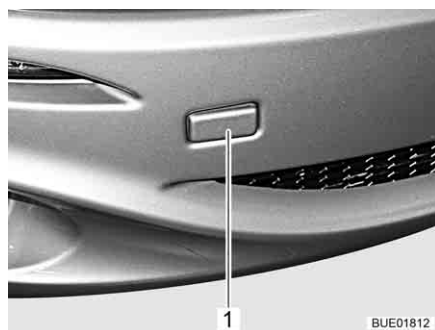

Fig. 50 Couvercle pour la fixation de l'œillet de remorquage
- Retirer le couvercle (Fig. 50,1).